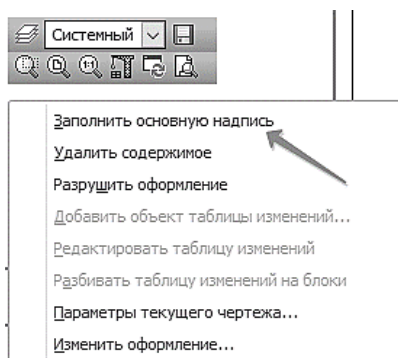

Рис. 82. Заполнение основной надписи
2.19.1 Щелкните в любом месте штампа правой кнопкой мыши (ПКМ) и вызовите из контекстного меню команду **Заполнить основную надпись** – штамп будет открыт (рис. 82).